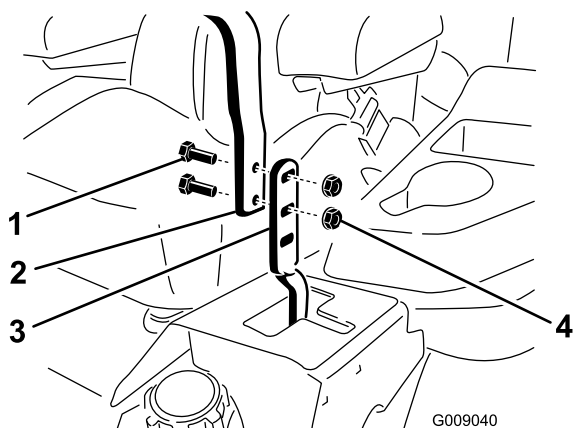

Figure 57
3. Desserrez les boulons et les écrous à embase situés dans les leviers (Figure 57).